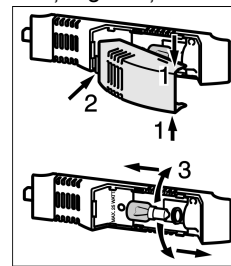

Fig. 13
- ▶ Apucați capacul becului sus și jos Fig. 13 (1).
- ▶ Decuplați și desprindeți capacul becului în partea din spate Fig. 13 (2).
- ▶ Înlocuiți lampa Fig. 13 (3).